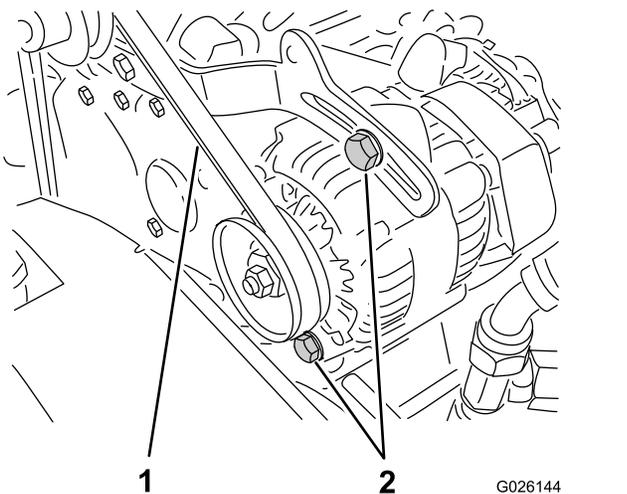

Рисунок 63
2. Проверьте натяжение, надавив на ремень посередине между шкивами коленчатого вала и генератора с усилием 10 кг (Рисунок 63).
- А. Ослабьте 2 болта крепления генератора (Рисунок 63).
**В.** С помощью рычага поверните генератор до достижения требуемого натяжения ремня, после чего затяните болты крепления (Рисунок 63).